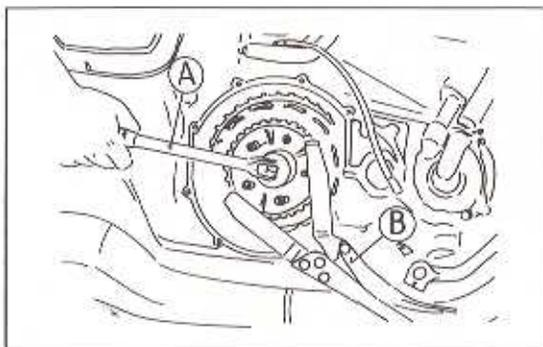

Bild 130
- Die Befestigungsmutter lösen. Dazu den Gegenhalter 57001-305 verwenden (Bild 130). Zum Lösen der Mutter den Schlüssel im Gegenzeigersinn drehen (Linksgewinde). Das Kupplungsgehäuse kann nur bei Zerlegung des Kurbelgehäuses ausgebaut werden.